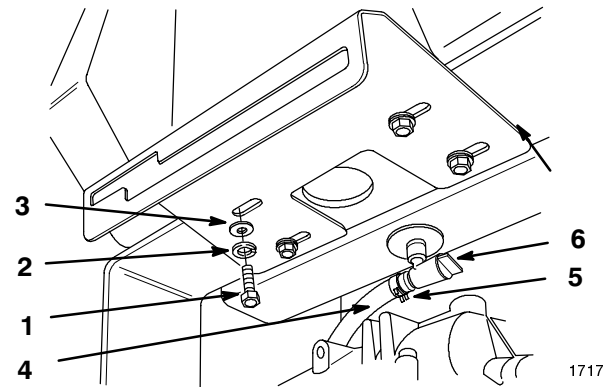

Abbildung 2
2. Bedienungskonsole und Kraftstofftank am hinteren Rahmen mit (4) 22,5 mm (7/8")-Schrauben, Sicherungsscheiben und Unterlegscheiben befestigen (Abb. 2).
3. Schlauchschelle auf die Kraftstoffleitung schieben (Abb. 2). Kraftstoffleitung auf das Anschlußstück des Kraftstofftanks schieben und mit der Schlauchschelle fixieren (Abb. 2).